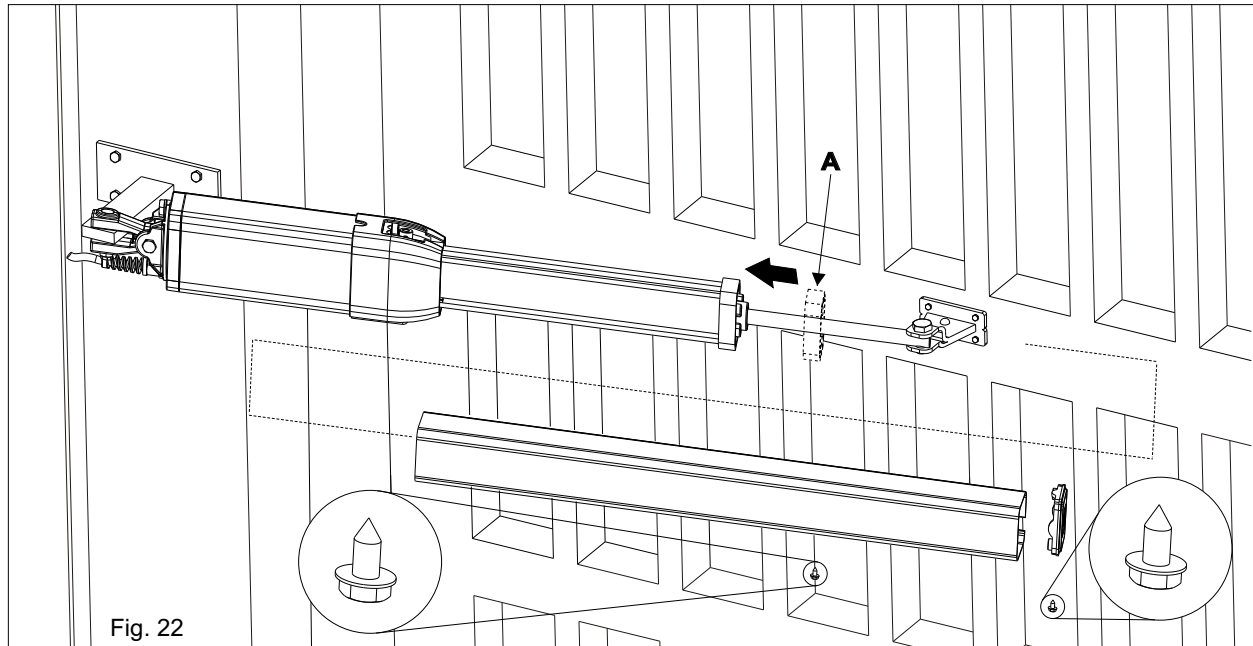

Fig. 22
S'assurer d'avoir inséré le cadre en plastique anti-vibration (A) avant d'insérer le couvre tige extrusé (Fig. 22).